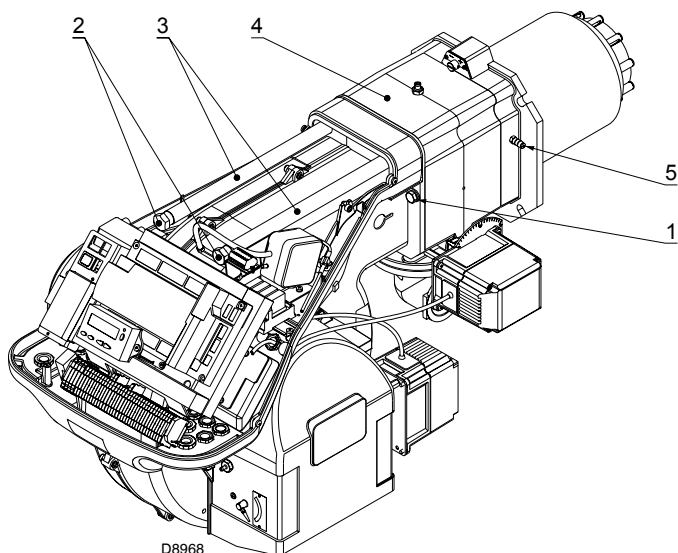

Fig. 18
- insérer les câbles de la sonde et de l'électrode, puis faire glisser le brûleur jusqu'au manchon, le brûleur doit rester dans la position illustrée dans la Fig. 18;